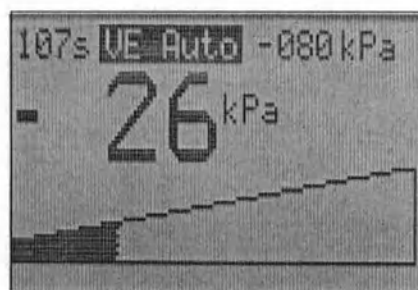

Рис.17. Вид дисплея во время автоматического создания вакуума.
- После достижения основного (базового) вакуума -20 кПа запускается автоматическое создание вакуума, и оно обозначается с помощью звукового сигнала. Оставшееся время (индикация в секундах) до достижения конечного вакуума изображено на индикаторе сверху слева (рис.17).